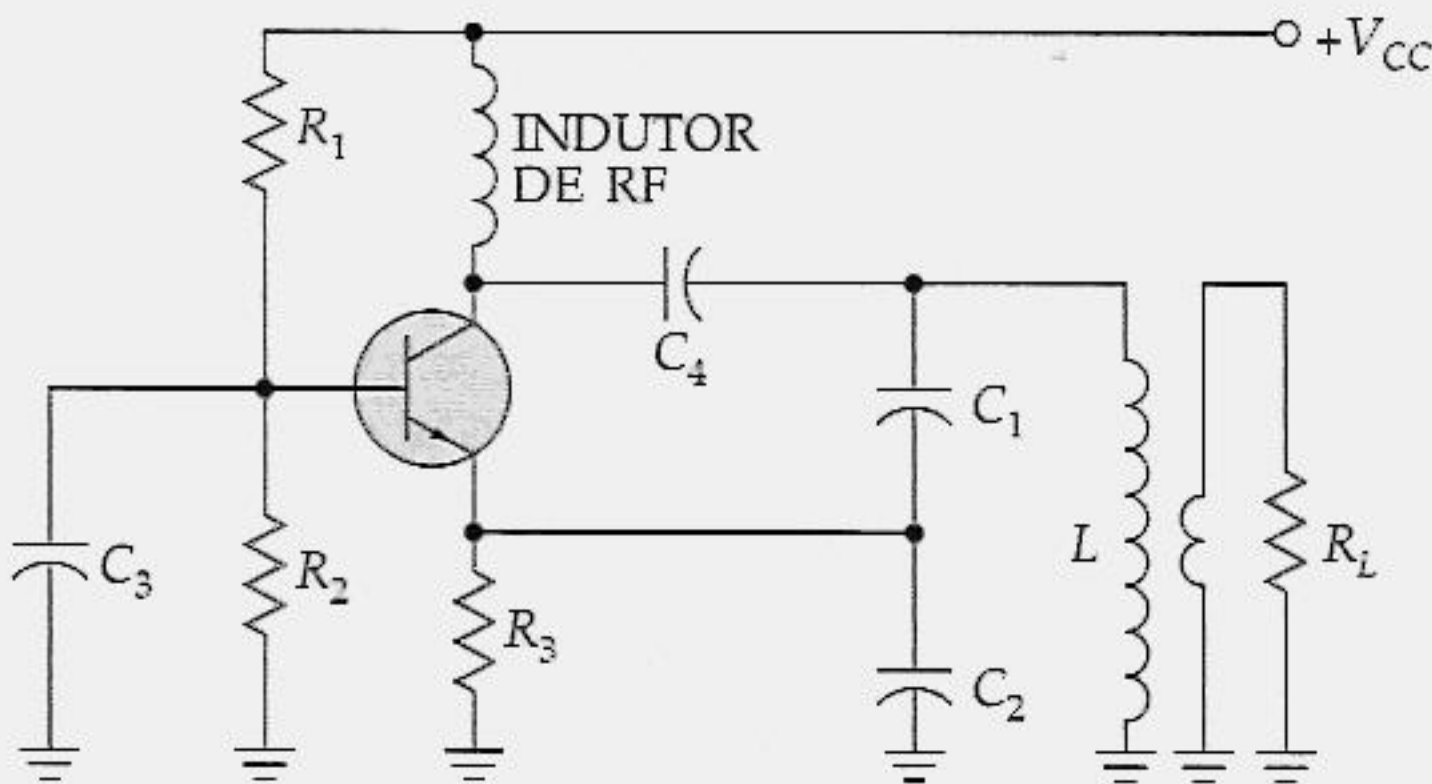

Figura 22.13 O oscilador BC pode oscilar em frequências mais altas que o oscilador EC.
Quando o sinal de realimentação de um oscilador alimenta a base, aparece uma capacitância Miller grande através da entrada. Isto produz uma frequência de corte relativamente baixa, o que significa que o ganho de tensão pode ser muito baixo na frequência de ressonância que queremos. Para se obter uma frequência de corte mais alta, o sinal de realimentação pode ser aplicado ao emissor, como mostra a Figura 22.13. O capacitor C_3 faz o terra *ca* da base, e assim o transistor se comporta como um amplificador de base comum (BC). Um circuito como este pode oscilar em frequências mais altas porque o seu ganho de alta frequência é maior do que o de um oscilador EC comparável. Com o acoplamento indutivo na saída, o circuito-tanque está ligeiramente carregado e a frequência ressonante ainda é dada pela Equação (22.5).